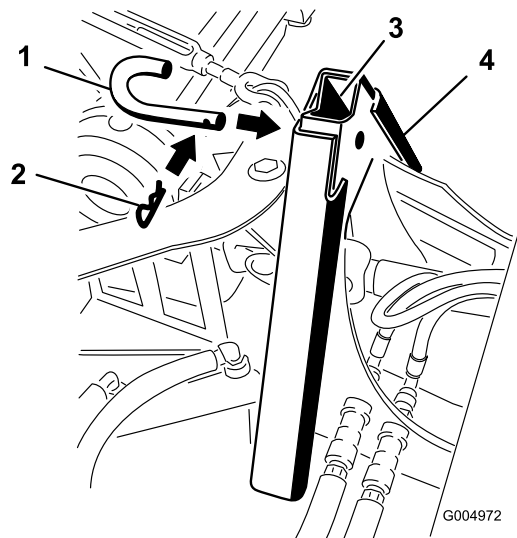

図 14
- アダプタ同士が相互に連結したら、アタッチメントピンとヘアピンコッターで固定する 図 14。手荒な使い方が予想される場合には、ピンの代わりにボルトとナットを使用する。